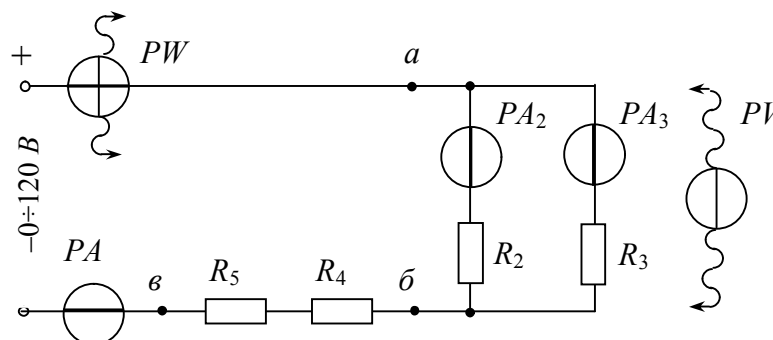

Рис. 12.15
1. Скласти електричне коло (рис. 12.15) і під'єднати його до клем штатива $<-> <0 \div 120 В>$. Перемикач ЛАТР встановити в $<->$, $<0 \div 120 В>$.
2. Дослідити коло зі змішаним з'єднанням резисторів (рис. 12.15). Встановити задану викладачем напругу на вході кола ($80 \leq U \leq 100 В$). Результати вимірювань записати в табл. 12.2, п.вим.
3. Для дослідження кола з паралельним з'єднанням резисторів R_2 , R_3 закоротити ділянку кола «б–в» (рис. 12.15). Встановити напругу кола, задану викладачем ($14 \leq U \leq 18 \text{ В}$). Результати вимірювань записати в табл. 12.3. Перевірити отриманий результат за першим законом Кірхгофа $I_2 + I_3 = I$.
4. Для дослідження кола з послідовним з'єднанням R_3 , R_4 закоротити ділянку кола «а–б» (рис. 12.15). Встановити струм у колі, заданий викладачем ($170 \leq I \leq 200 \text{ мА}$). Результати вимірювань записати в табл. 12.4. Перевірити отриманий результат за другим законом Кірхгофа $U_4 + U_5 = U_{45}$.